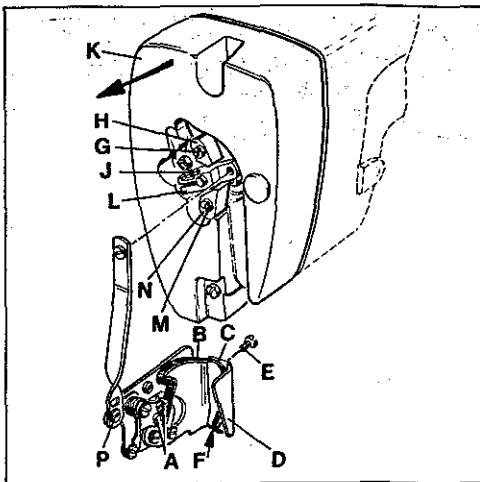
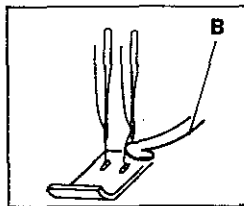
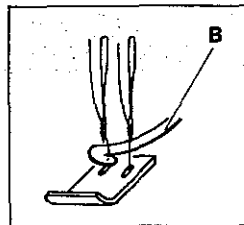
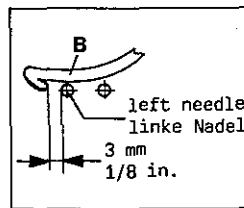

Fig.58
Fig.59
Fig.60
Fig.61
6.1 Keep thread wiper disconnected. Insert the ten prong plug of the thread trimmer drive on the motor. Switch-on motor, sew and cut the threads with fabric under the presser foot. Switch-off the motor. Now actuate the wiper hook manually. The hook (B, Fig. 59) must deflect the needle threads to the front (towards the operator). When the hook (B, Fig. 60) returns from left to right it must catch the needle threads and draw them to leaf spring (C, Fig. 58) for clamping. On its travel the hook should not interfere with the needle points or the presser foot. For adjustment loosen screws (A, Fig. 58), set as required and retighten screws.
6.2 The wiper hook (B, Fig. 58) and leaf spring (C) for clamping the needle threads should be approximately flush at point (F) when the hook (B) is in its right end position. After loosening screw (E, Fig. 58) set the lower end of leaf spring flush to the lower edge of bracket (D) at point (F). Retighten screw (E).
For adjustment of hook (B, Fig. 58) loosen screw (G) and screw (J) and turn lever (L) until the end of hook (B) and the lower end of leaf spring (C) are flush. Retighten screw (J).
Set stop (H, Fig. 58) so that lever (L) strikes against it just before the stop in the rotary solenoid of the wiper is effective. Retighten screw (G).
Stop (N, Fig. 58) limits the motion of the wiper hook to the left. Loosen screw (M) and set the stop (N) so that lever (L) strikes against it when the wiper hook (B, Fig. 61) is 3 mm (1/8 in.) left of the left needle. Retighten screw (M, Fig. 58).
HINT: For disassembling head cover (K, Fig. 58) remove screw (P) and the two head cover fastening screws. Draw-off head cover horizontally to the left to avoid damaging of plug and receptacle.
6.1 Der Fadenzieher darf nicht angeschlossen sein. Stecken Sie den 10 poligen Stecker des Fadenabschneider-Antriebs am Motor ein. Schalten Sie den Motor ein, nähen Sie und schneiden Sie die Fäden im Stoff ab. Schalten Sie den Motor aus. Schwenken Sie nun den Haken für Fadenzieher von Hand ein. Dabei muß der Haken (B, Fig. 59) die Nadelfäden nach vorne (zur Bedienungsperson hin) ablenken. Wenn der Haken (B, Fig. 60) von links nach rechts zurück schwenkt muß er die Nadelfäden mitnehmen und zum Festklemmen zur Blattfeder (C, Fig. 58) ziehen. Auf seiner Bahn darf der Haken weder die Nadelspitzen berühren noch gegen den Drückerfuß stoßen. Zur Einstellung lösen Sie die Schrauben (A, Fig. 58), stellen entsprechend ein und ziehen die Schrauben wieder an.
6.2 Der Haken für Fadenzieher (B, Fig. 58) und die Blattfeder (C) zum Klemmen der Nadelfäden müssen in der rechten Endstellung des Hakens (B) im Punkt (F) in etwa bündig sein. Stellen Sie nach Lösen der Schraube (E, Fig. 58) das untere Ende der Blattfeder (C) bündig zur unteren Kante des Halters (D) bei Punkt (F). Ziehen Sie die Schraube (E) wieder an.
Zur Einstellung des Hakens (B, Fig. 58) lösen Sie die Schraube (G) und die Schraube (J) und drehen den Hebel (L) bis das Ende des Hakens (B) und das untere Ende der Blattfeder (C) bündig sind. Ziehen Sie die Schraube (J) wieder an.
Stellen Sie den Anschlag (H, Fig. 58) so, daß der Hebel (L) an ihm anschlägt kurz bevor der Anschlag im Drehmagneten des Fadenziehers wirksam wird. Ziehen Sie die Schraube (G) wieder an.
Der Anschlag (N, Fig. 58) begrenzt den Weg des Hakens für Fadenzieher nach links. Lösen Sie die Schraube (M) und stellen Sie den Anschlag (N) so, daß der Hebel (L) an ihm anschlägt, wenn der Haken für Fadenzieher (B, Fig. 61) 3 mm links der linken Nadel steht. Ziehen Sie die Schraube (M, Fig. 58) wieder an.
HINWEIS: Entfernen Sie zum Abnehmen des Kopfdeckels (K, Fig. 58) die Schraube (P) und die beiden Kopfdeckel-Befestigungsschrauben. Ziehen Sie den Kopfdeckel horizontal nach links ab, damit Stecker und Steckbuchse nicht beschädigt wird.